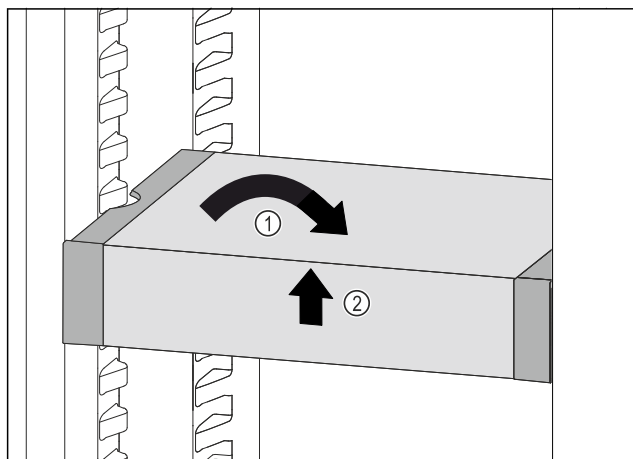

Fig. 124
- ▶ VarioSafe postavte rovně. Fig. 124 (1)
- ▶ VarioSafe vpředu zvedněte. Fig. 124 (2)